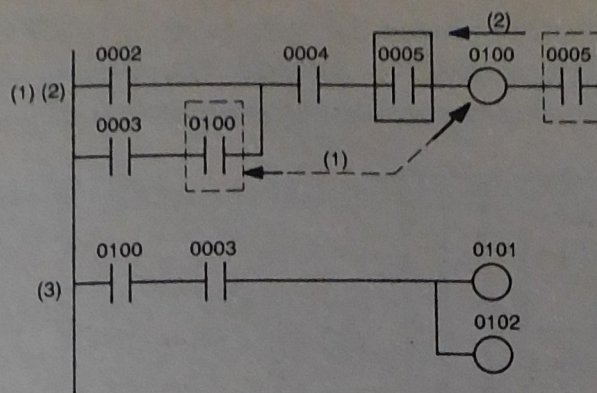

Fig. 14.12 - Esempi di uso dei simboli dei contatti e delle uscite.
- Tutte le uscite sono dotate di contatti ausiliari programmabili, utilizzabili nella programmazione. Il numero di contatti programmabili per ogni uscita è limitato soltanto dalla quantità di memoria disponibile per il programma utente (fig. 14.12 - (1)).
- Nessun contatto può essere, in genere, programmato a destra di una bobina di uscita (fig. 14.12 - (2)).
- Si possono collegare in parallelo due o più bobine di uscita (Fig. 14.12 - (3)).